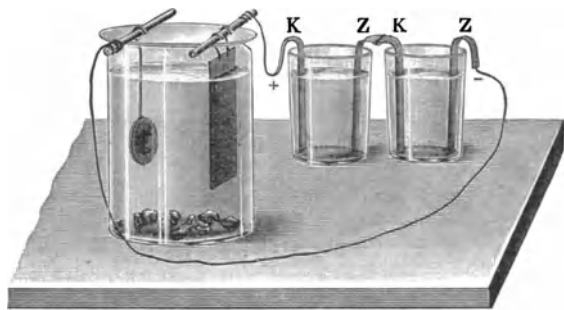

Fig. 154. Galvanische Nachbildung von Münzen (Galvanoplastik).
*** Gegenstände mit dem elektrischen Strom zu verkupfern oder nachzubilden.** In den Drogenhandlungen ist das Kupfervitriol in schönen, blauen Kristallen käuflich. Man schüttet davon so viel in ein Einmacheglas mit Wasser, daß eine gesättigte Lösung entsteht, d. h. so viel, daß auf dem Boden des Glases immer noch einige Kristalle unauflöslich liegen bleiben (Fig. 154). Darauf legt man quer über das Glas zwei blanken Messingstäbchen, verbindet beide leitend mit den Polen einer Batterie aus zwei Elementen und hängt an den positiven — mit dem Kupfer der Batterie verbundenen — Stab mit blanken Drähten ein Stück Kupferblech auf. An dem anderen Stabe wird der zu verkupfernde Gegenstand, sagen wir ein Schlüssel, ebenfalls an einem blanken Draht, in die Lösung gehängt. Es tritt hier nun merkwürdigerweise keine Zersetzung des Wassers auf, vielmehr wird dort, wo sich sonst der Wasserstoff entwickeln würde, metallisch reines Kupfer aus der Lösung abgeschieden. Sie würde immer farbloser werden und immer dünner, wenn man nicht Kupfervitriolkristalle im Ueberschuß beigegeben hätte, die sich während des Prozesses in der Tat verzehren.